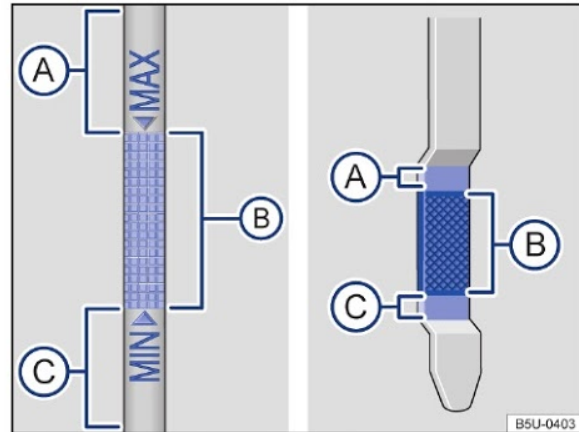

Fig. 128 Vareta de medição do óleo com marcas de nível do óleo do motor.
7. Retirar novamente a vareta de medição do óleo e ler o nível do óleo do motor na vareta de medição → Fig. 128 da seguinte maneira:
13. No final do processo de abastecimento do óleo, o nível do óleo do motor deve estar, ao menos, no meio da área → Fig. 128 Ⓑ, mas jamais acima da área Ⓐ → .
- Não ligar o motor se o nível do óleo do motor estiver acima da área → Fig. 128 Ⓐ. Procurar auxílio técnico especializado. Caso contrário, o catalisador e o motor podem ser danificados!
O nível do óleo do motor não deve em nenhuma hipótese ultrapassar a área → Fig. 128 (A). Com o nível acima dessa área, o óleo pode ser aspirado pela ventilação do cárter, sendo lançado na atmosfera pelo sistema de escape. Além disso, o óleo pode ser queimado dentro do catalisador, danificando-o.
Em caso de alta demanda do motor, o nível do óleo do motor deve estar o mais próximo possível da área → Fig. 128 (A) – sem ultrapassar, como, por exemplo, em longas conduções em estrada durante o verão ou durante travessias de montanhas.